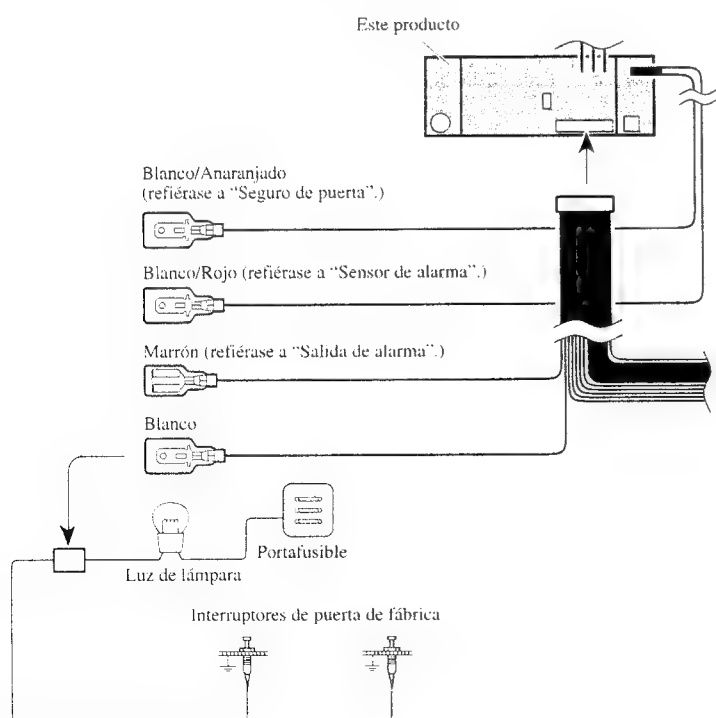

Fig. 3
- Blanco (Interruptor de puerta, DOOR SWITCH) (Fig. 3 y 4)**